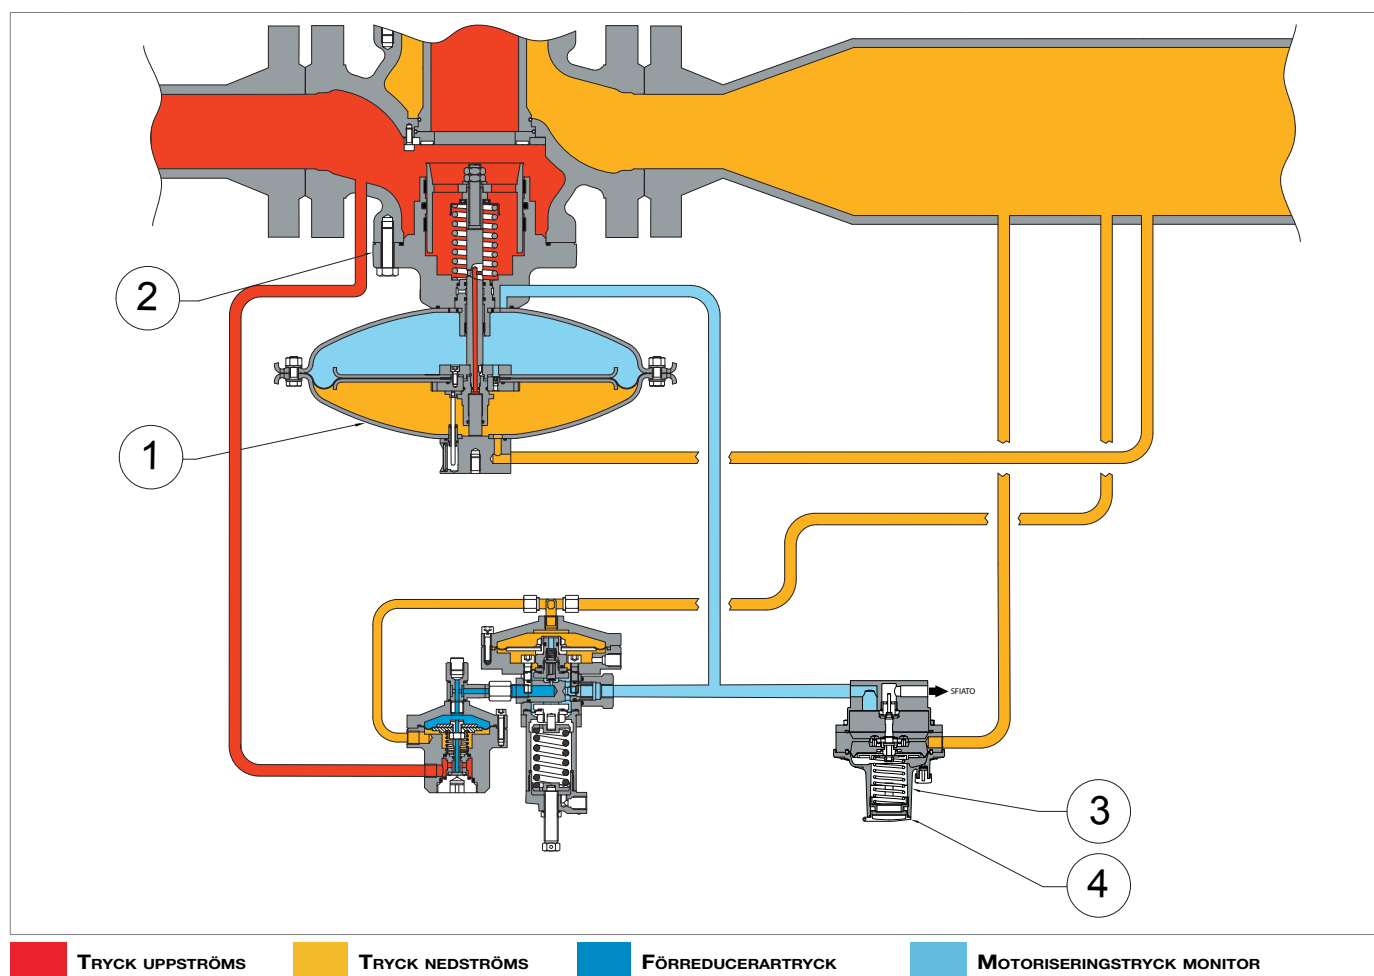

Fig. 4.9. Acceleratorventil V/25
- V/25 (3, Fig. 4.9), vid nedströmstryck (Pd) upp till 0,6 bar;
- justeringsring (4, Fig. 4.9) för ventil V/25